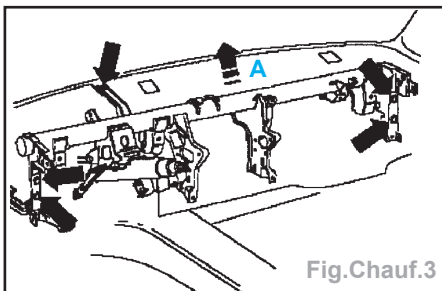

Fig. Chauff.3
- Dévisser complètement les vis de fixation (flèches) (Fig. Chauff.3) :